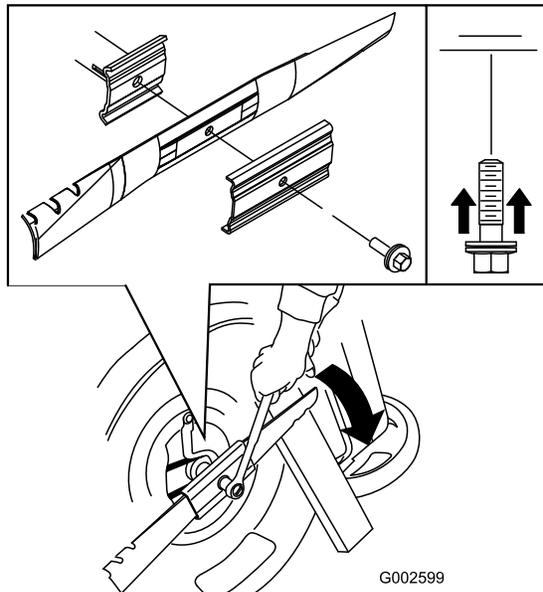

Figura 47
3. Usate un blocco di legno per tenere ferma la lama (Figura 47).
4. Togliete la lama e conservate la bulloneria di montaggio (Figura 47).
5. Montate la nuova lama usando la bulloneria di montaggio (Figura 47).